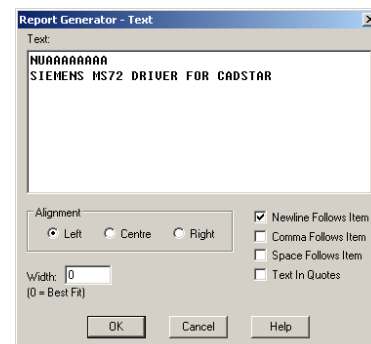

Рис. 9. Добавление текста в отчет.
6. В появившемся диалоговом окне Report Generator – Text (рис. 9) в поле Text введем текст "NUAAAAAAAAA".